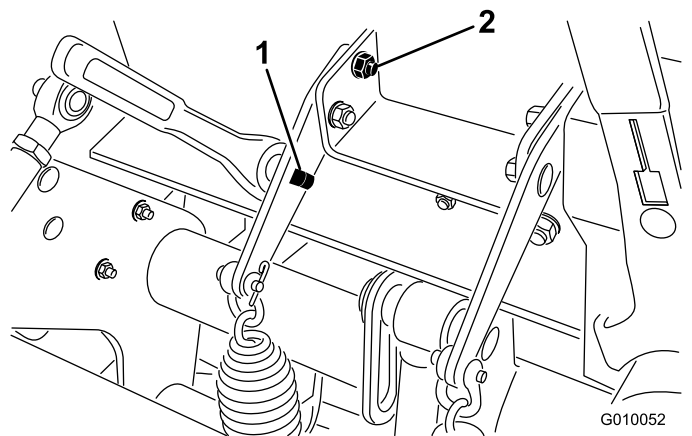

Figura 30
3. Insira uma lingueta de travação com 1/2 pol. ou uma alavanca no orifício quadrado na placa de molas (Figura 30).